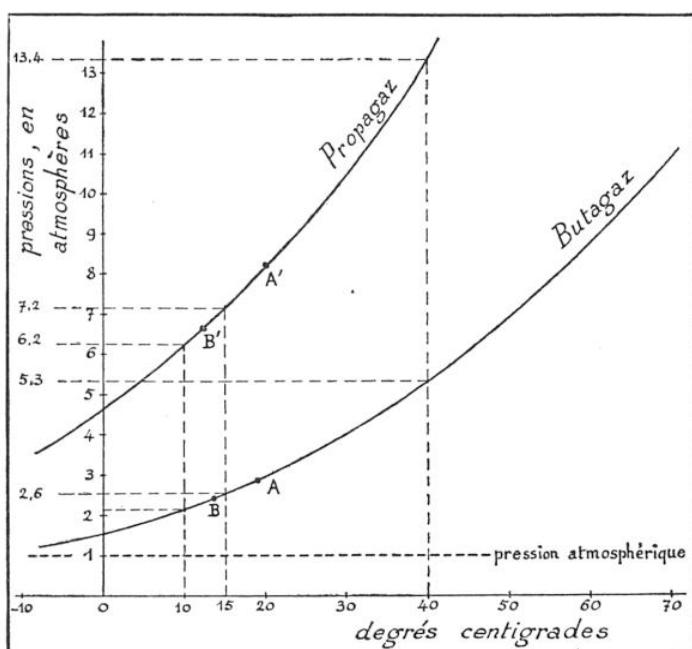

FIG. 1. — COURRES MONTRANT LES FAIBLES VALEURS DES TENSIONS DE VAPEUR DU PROPANE ET DU BUTANE AUX TEMPÉRATURES ORDINAIRES
(1) Voir aussi les courbes de la figure 1.